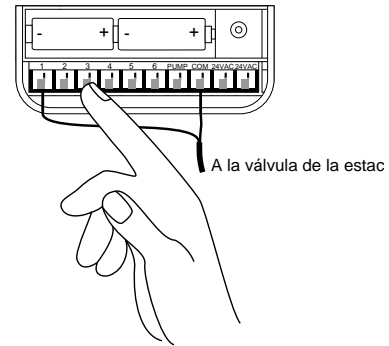

FIGURA 8: Conexión de los cables de las válvulas
- Puede resultar necesario abrir el terminal para poder introducir o retirar los hilos. Para ello, eleve la pestaña situada en la parte superior del terminal [Vea la Figura 8].
- Conecte el cable común al terminal que tiene la inscripción COM [Vea la Figura 8].